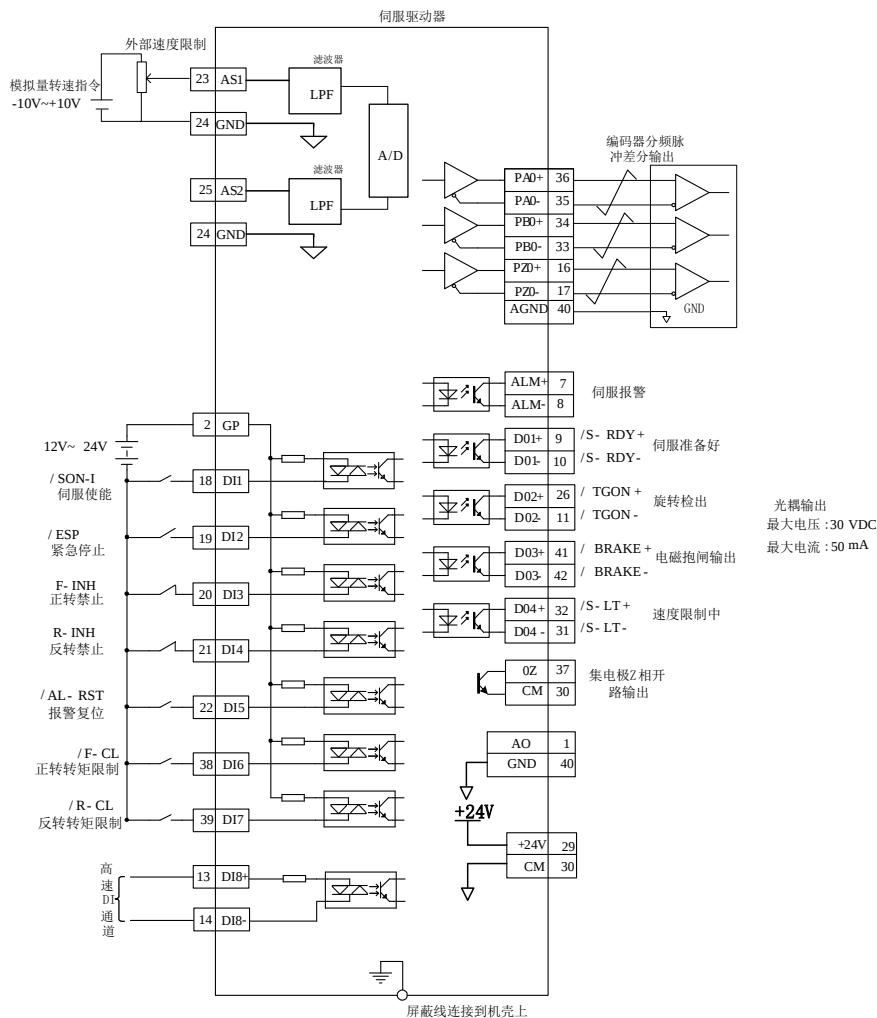

图 6.3.2 内部寄存器转矩模式典型接线图
- ★参考图 6.3.2 或图 6.3.3 的配线说明，进行 DI/DO 信号的连线；